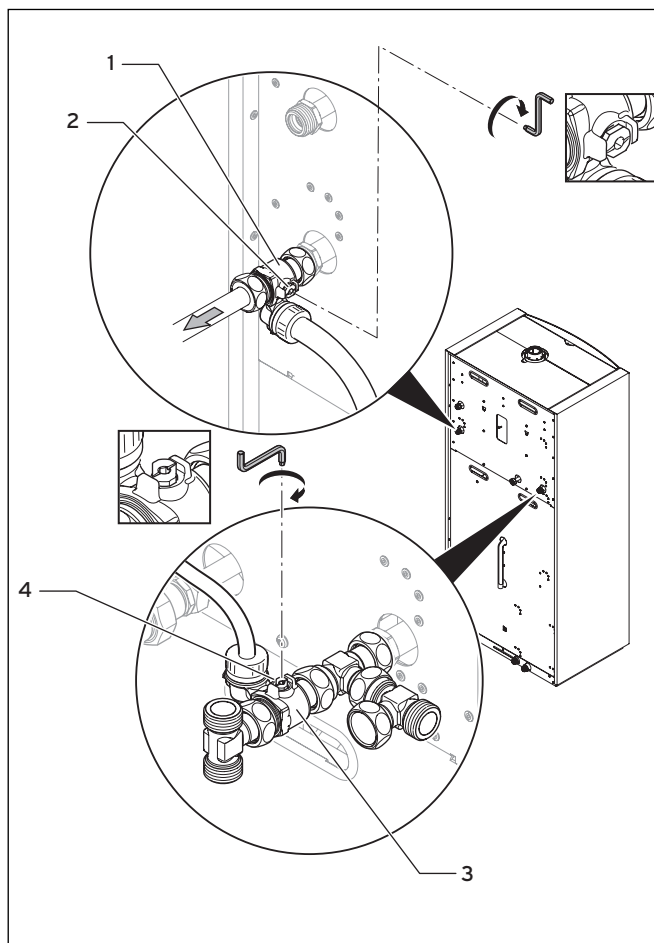

Abb. 7.9 Absperreinrichtungen am Heizungsanlauf und Heizungsrücklauf schließen
- Schließen Sie die Absperreinrichtung (2) am Wartungshahn (1) des Heizungsanlaufs (→ **Abb. 7.9**).
- Schließen Sie die Absperreinrichtung (4) am Wartungshahn (3) des Heizungsrücklaufs (→ **Abb. 7.9**).